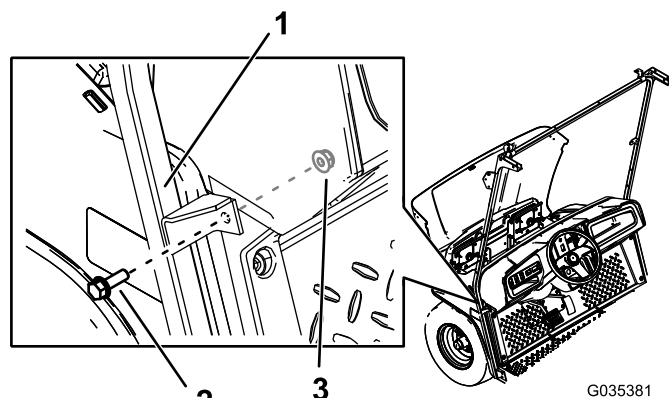

Figura 5
4. Fije el soporte del medio del apoyo del parabrisas a la máquina con 2 pernos hexagonales con arandela prensada (5/16" x 1") y 2 tuercas (5/16") en los taladros que ha realizado (Figura 5).